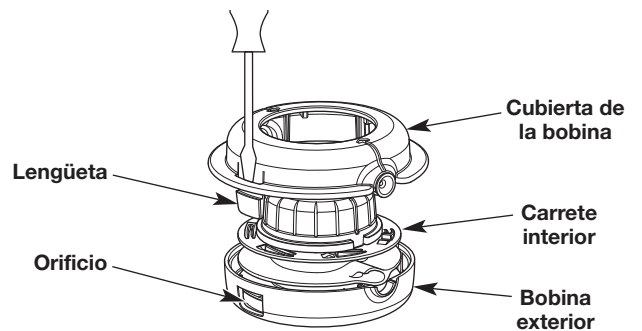

Fig. 2
8. Se deben alinear las lengüetas de la cubierta de la bobina con los orificios de la bobina exterior (Fig. 2). Oprima la cubierta de la bobina sobre la bobina exterior hasta que las lengüetas entren a presión firmemente en los orificios.